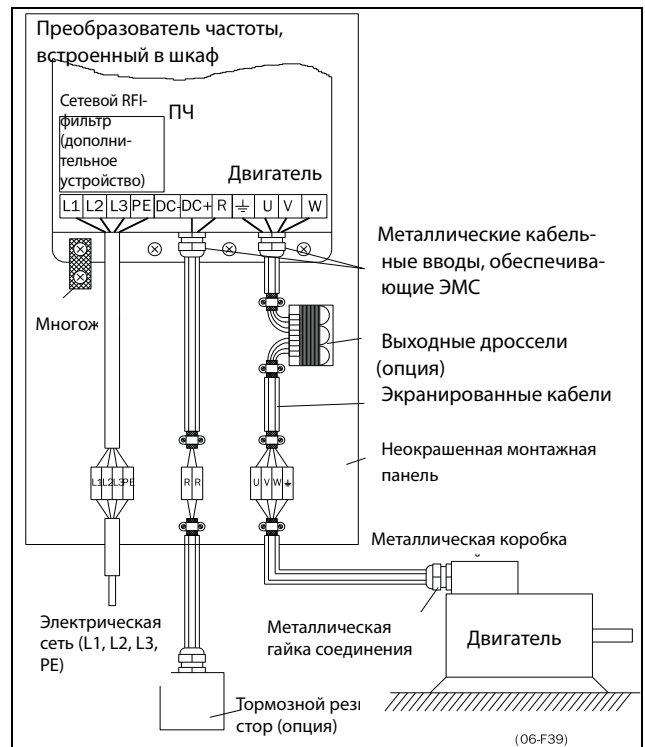

Рис. 42 Преобразователь частоты в шкафу на монтажной панели
- Соединение заземления хомутами, см. рис. 42, необходимо только в случае, если монтажная панель окрашена. Все преобразователи частоты имеют неокрашенную заднюю поверхность, поэтому подходят для монтажа на неокрашенной панели.
- Шинное подключение заземления через хомут, см. рис. 42, необходимо, только если монтажная панель окрашена. Все преобразователи частоты имеют неокрашенную заднюю поверхность, поэтому подходят для монтажа на неокрашенной панели.
Если кабели двигателя предполагается разрывать переключателями, выходными дросселями и т. п., необходимо обеспечить непрерывность экранирования путем использования металлических корпусов, монтажных пластин и т. п., как показано на рис. 42.
- В случае монтажа преобразователя частоты в стандартном шкафу внутренняя проводка обязательно должна соответствовать стандарту по ЭМС. На Рис. 42 показан пример преобразователя частоты, встроенного в шкаф.